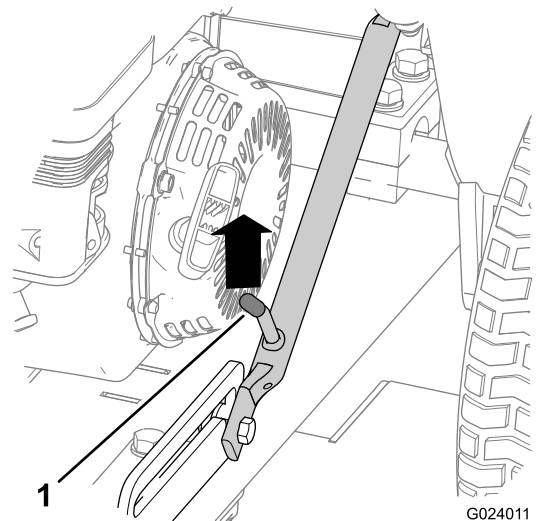
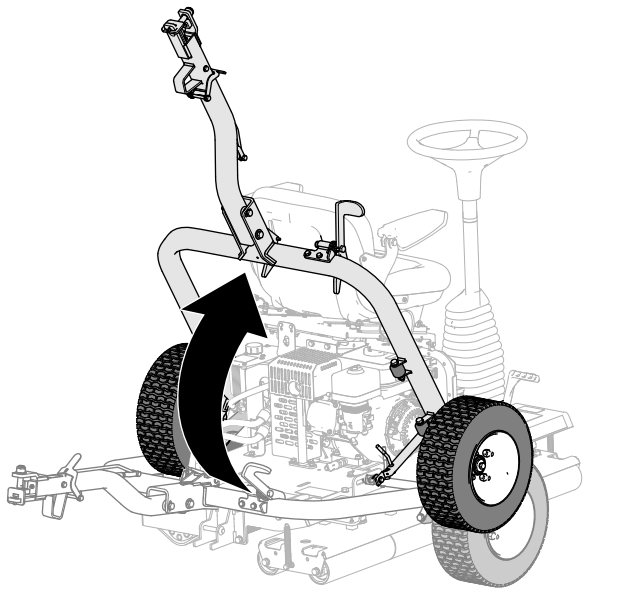

图17
图22
1. 向上推动挂钩组件直至门锁杆从滑块锁销中松开 图 17。
5. 提起挂钩 (图22)、直到门锁杆锁入滑块锁销 (图17)。